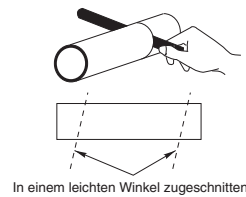

Abb. 3-36
- (5) Die Dicke der Wand von der Innen- zur Außenkante messen, und ein PVC-Rohr leicht angeschrägt 6 mm kürzer als die Wanddicke zuschneiden. (Abb. 3-36)